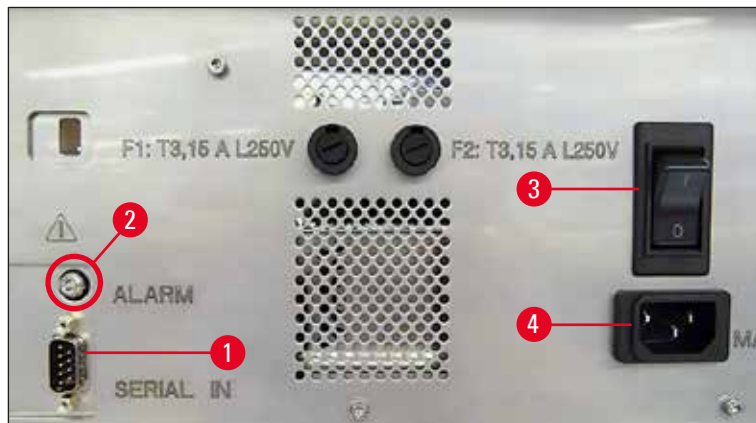

Fig. 31
- ① Les connexions électriques sont situées sur le panneau arrière de l'appareil (→ "Fig. 31").